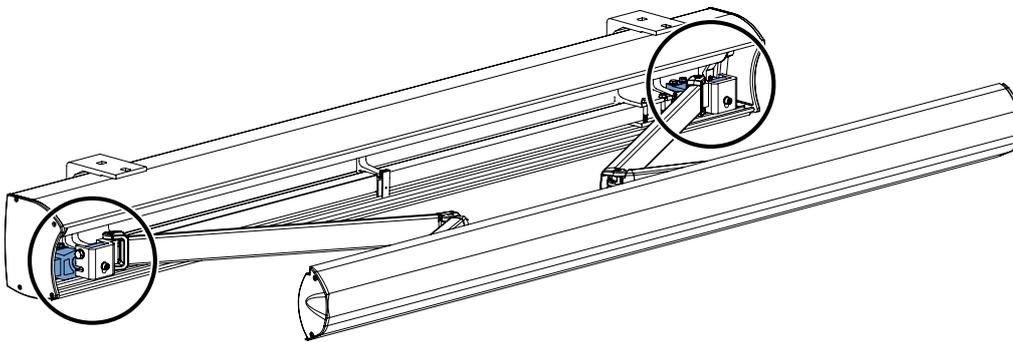

fig. 5.1 Emplacement des raccords des bras
1. Déroulez complètement la banne solaire. Les raccords des bras se trouvent à gauche et à droite, à l'extrémité des bras escamotables (du côté du caisson). Voir figure 5.1.